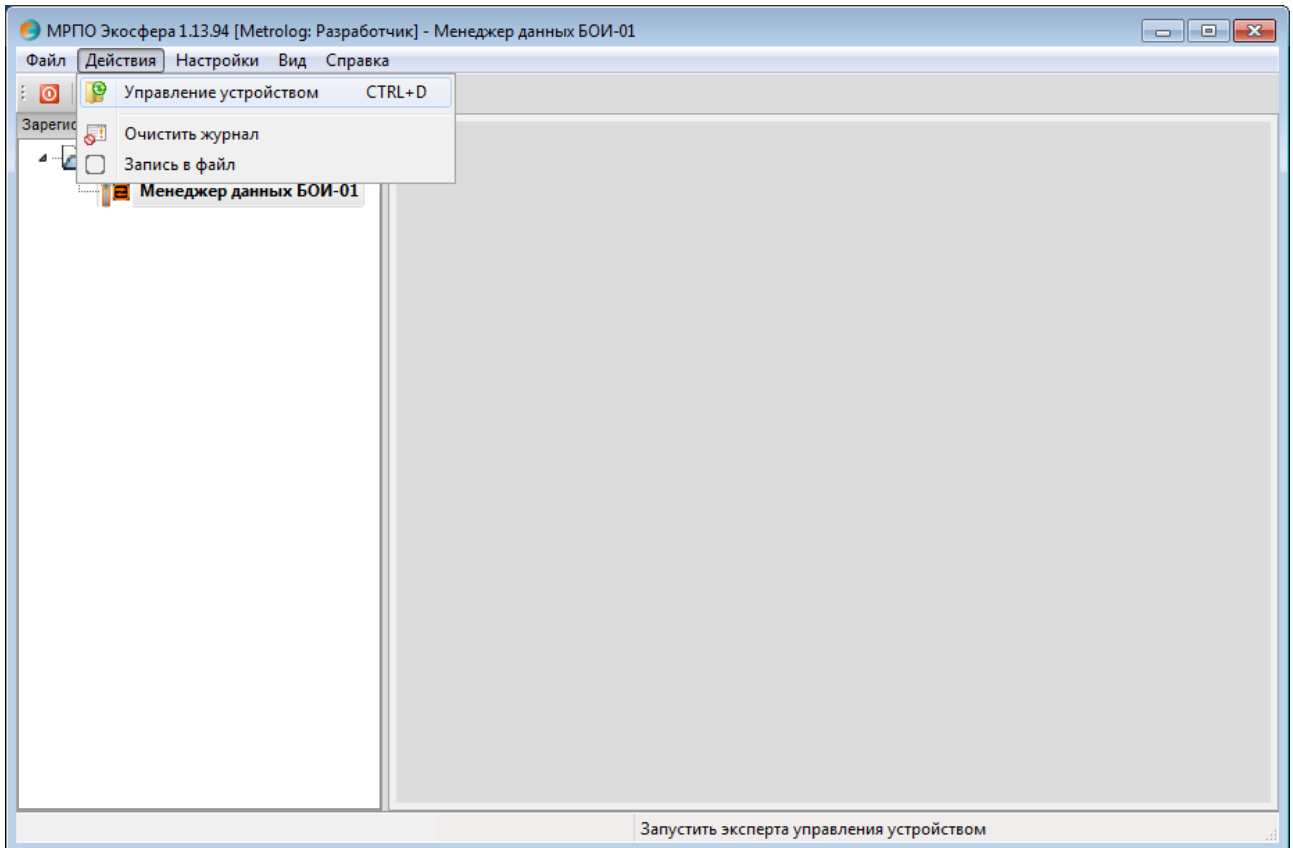

Рис.41. Запуск «Управления устройством» в MRПО «Экосфера».
2.3.10.4.1. Запуск Эксперта управления устройством осуществляется выбором элемента меню «Действия» - «Управление устройством» (Рис.41).